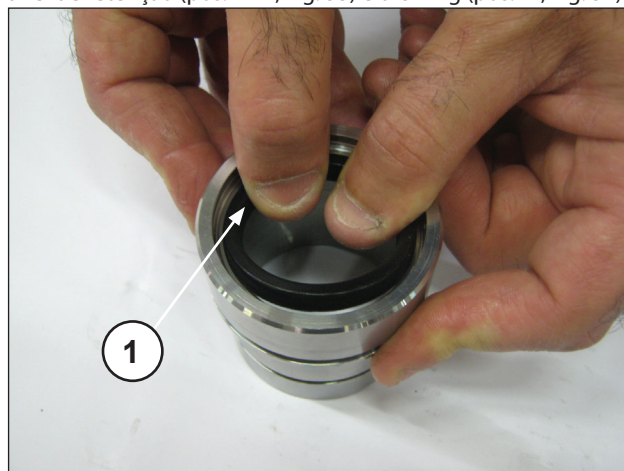
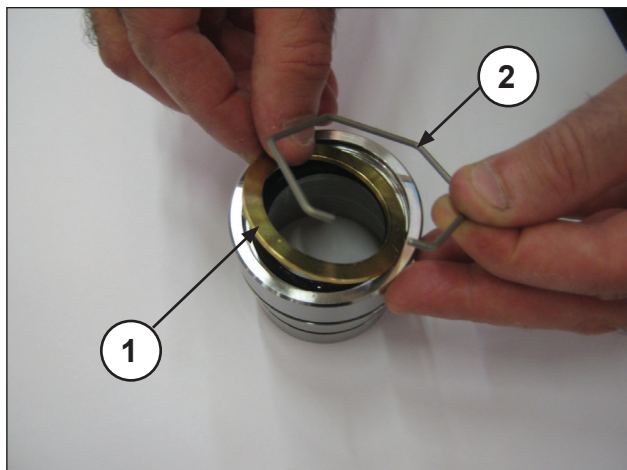
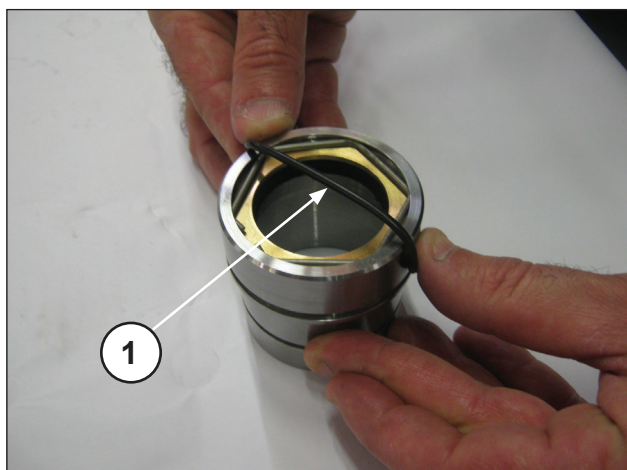

Fig. 52
Fig. 53
Fig. 54
Insira a junta de baixa pressão no suporte das fitas isolantes (pos. ①, Fig. 52) prestando atenção no sentido de montagem que prevê as bordas de estanqueidade para frente (em direção ao cabeçote). Insira em seguida o anel de estanqueidade, o anel de retenção (pos. ①②, Fig. 53) e o O-ring (pos. ①, Fig. 54).